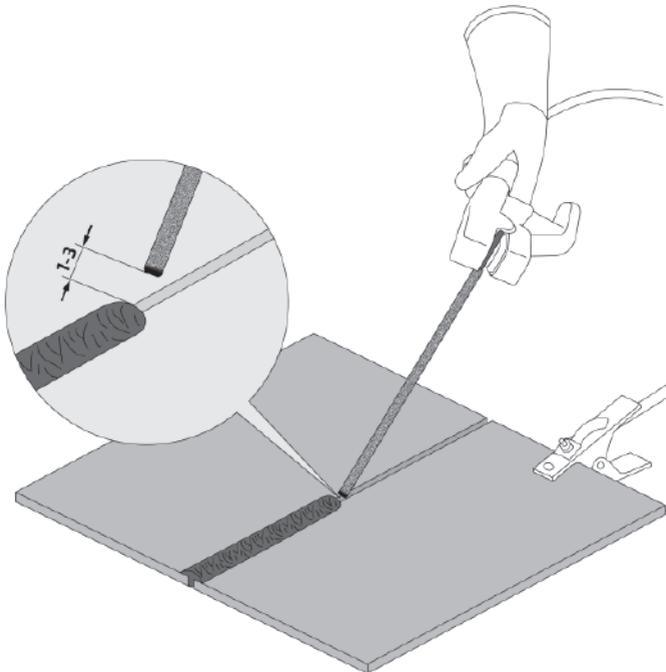

Рис. 10.1.1. Перед началом работы.
4. Начинайте сварочный процесс (см. рис. 10.1.1).
Перед началом работы не забудьте проверить следующее (см. рис. 10.1.1):